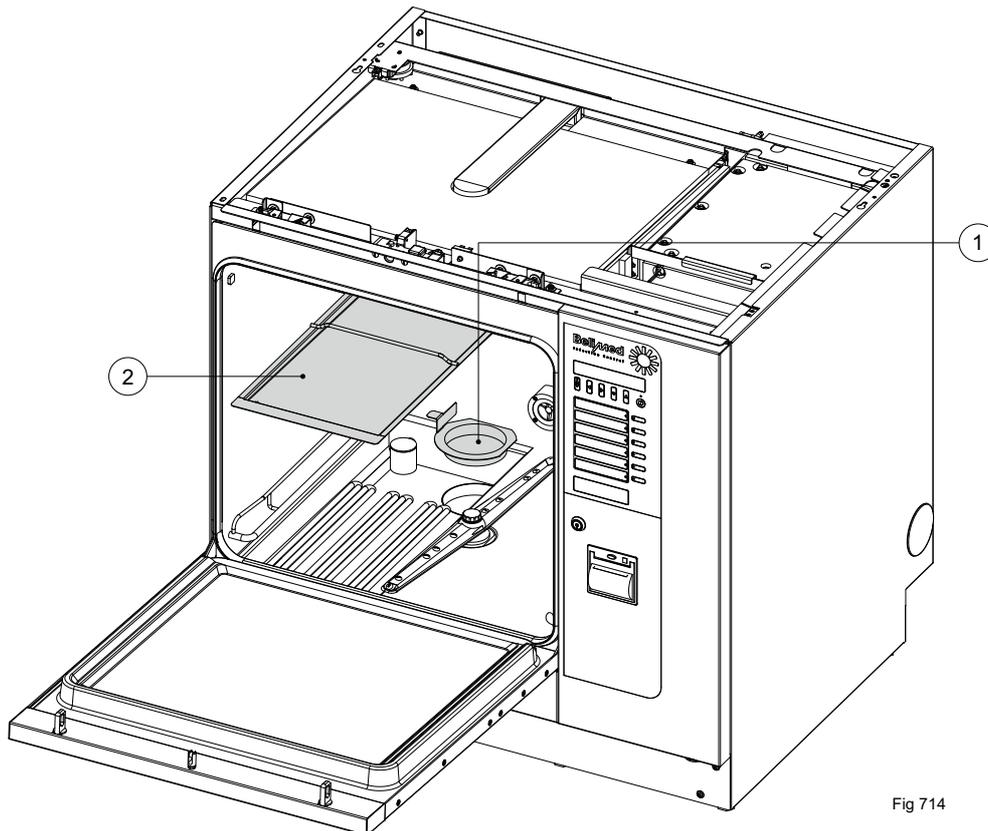

Fig 714
- ▶ Retirer le tamis de surface (fig. 714 pos. 2) et le nettoyer le cas échéant
- ▶ Retirer le gros tamis (pos. 1) et le nettoyer le cas échéant